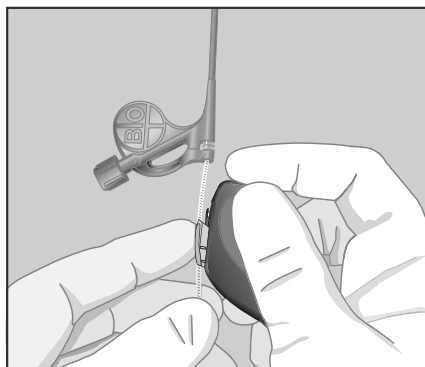

Fig. 2: Placer la sonde dans le dispositif de blocage ouvert
- 2 Ouvrir le dispositif de blocage de l'outil de découpe en appuyant sur le bouton d'ouverture et maintenir celui-ci enfoncé - voir la figure 2.
- 3 De l'autre main, placer la sonde dans le dispositif de blocage - voir la figure 2.